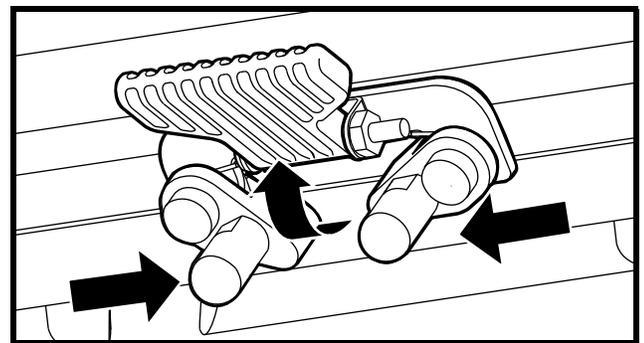

Figure 15. Règlage hauteur du siège – Loquet de sécurité
4. Basculez le loquet du siège vers le haut. Voir la figure 15.